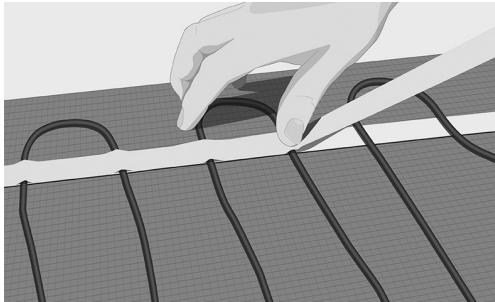

Fig. 12. Fastgør kabel med afdækningstape
- Ved brug af afdækningstape låses varmekab-let fast. Tapen trykkes godt fast over toppen af kablet og ned på den dobbelt klæbende tape (fig. 12).